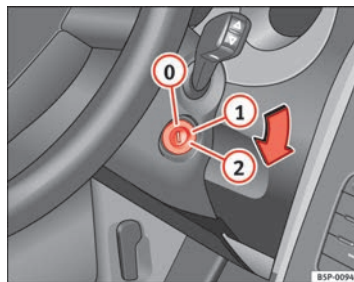

Fig. 117 Posiciones de la llave de contacto
En esta posición ⇒ fig. 117 el encendido y el motor están desconectados pudiéndose bloquear la dirección.
- Gire la llave de contacto hasta la posición ⇒ fig. 117 ①. El testigo se encenderá en caso de precalentamiento del motor. ►
- En cuanto se apague el testigo, gire la llave de encendido a la posición ② para poner en marcha el motor y no pise el acelerador.
- Gire la llave de contacto a la posición ⇒ fig. 117 0.